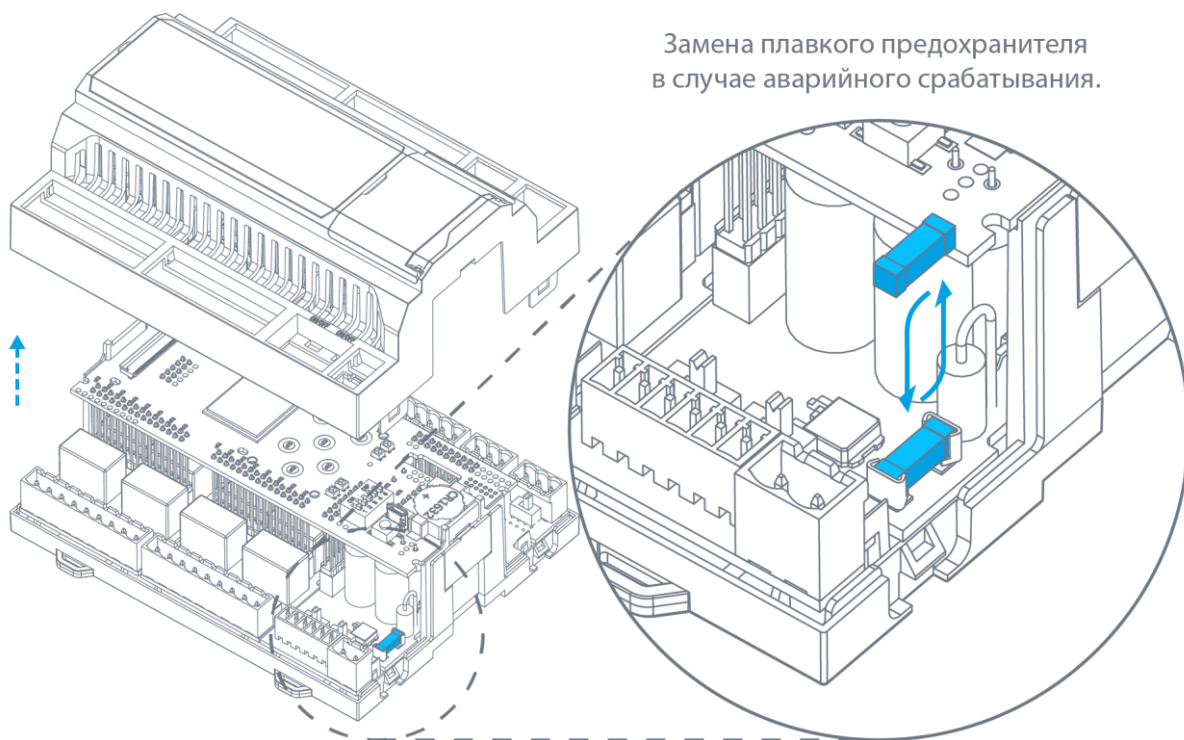

Рис. 48 – Замена предохранителя.
- извлеките предохранитель из держателя и установите новый предохранитель как показано на Рис. 48;